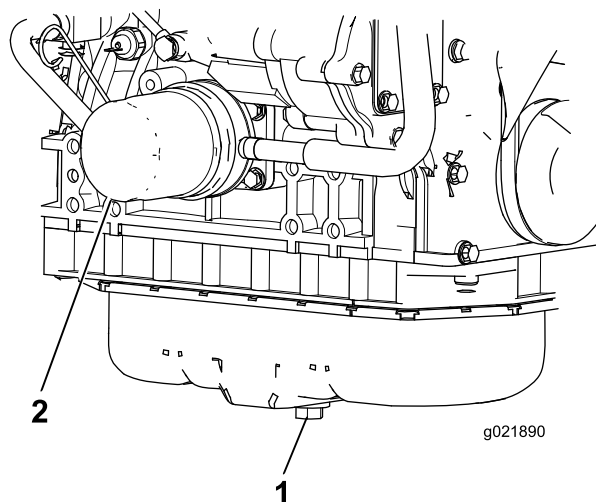

Figure 56
1. Retirez le bouchon de vidange (Figure 56) et laissez couler l'huile dans un bac de vidange. Remettez le bouchon en place lorsque la vidange d'huile est terminée.
2. Déposez le filtre à huile (Figure 56). Appliquez une fine couche d'huile propre sur le joint du filtre de rechange avant de le visser en place. **Ne serrez pas excessivement.**